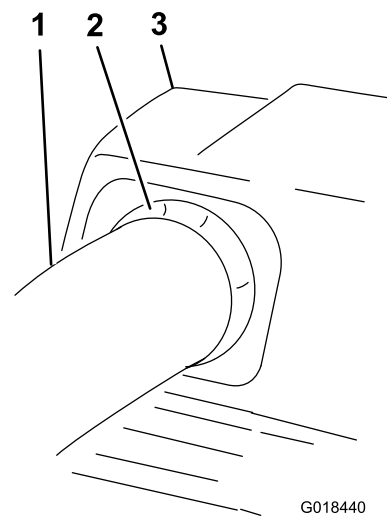

Figura 29
11. Malo izvucite gornju cev tako da zaptivka bude ispuščena prema spolja i preko donje cevi (Figura 29).
20. Malo izvucite gornju cev tako da zaptivka bude ispuščena prema spolja i preko sklopa duvača (Figura 29).